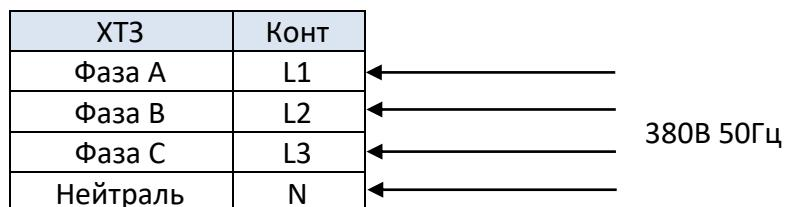

Рисунок 1.9 – Схема подсоединения к клеммной колодке питания
- Выполнить электрическое подсоединение к клеммной колодке питания, в соответствии со схемой, Рисунок 1.9;